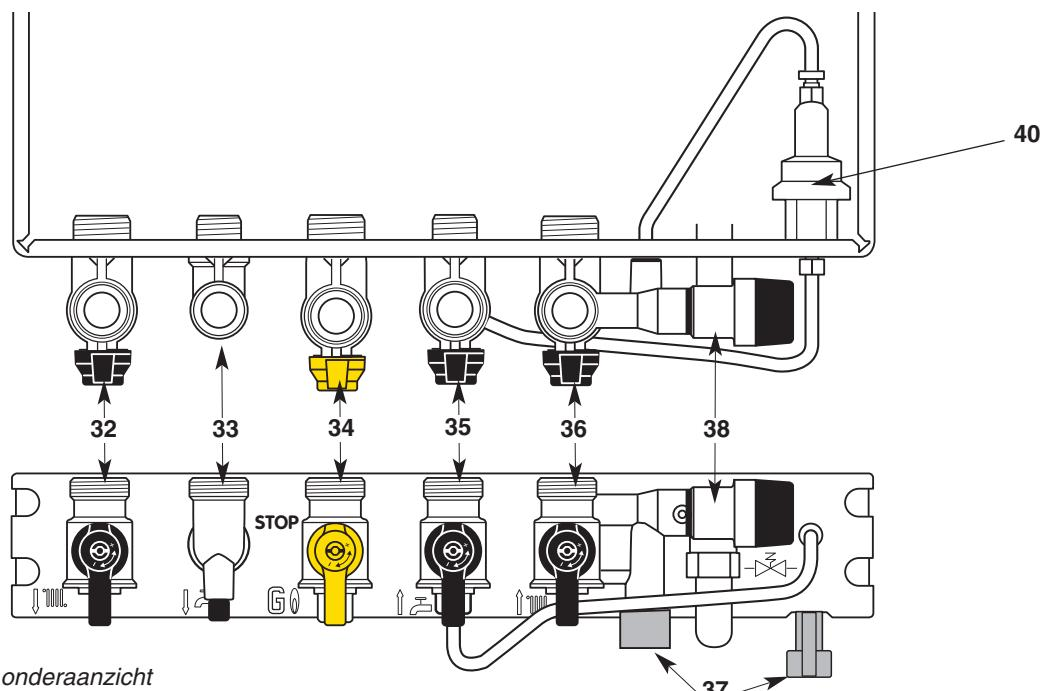

Fig. 23- Vooraanzicht en onderaanzicht
Kraanblok (fig. 23)
- Zet de gastoovoerkraan 34 (fig. 23), open op stand  . Uw ketel is klaar om te werken.
Bij sommige installaties is het mogelijk dat er zich bij aftappen van warm water, een lichte opwarming voordoet van de buizen (en eventueel van een radiator). Om dit te vermijden, de vertrekraan van de verwarming 32 (fig. 23)
- Draai de gastoovoer dicht door middel van kraan 34 (fig. 23), op STOP .